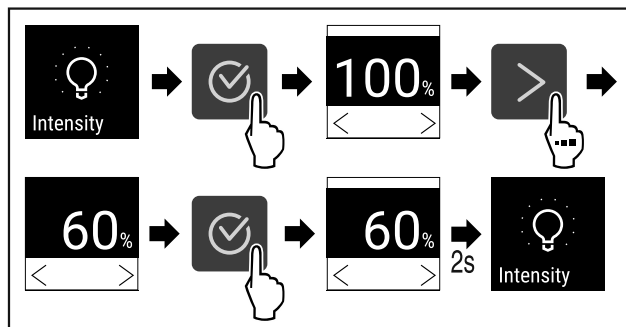

Fig. 72
- ▶ Eseguire i passi (vedere Fig. 72) .